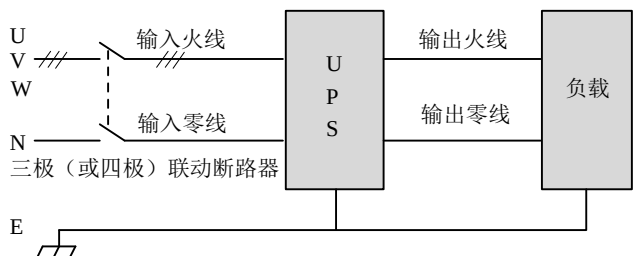

图2-15 正确配电方式
4. 市电输入零线和输入火线上必须安装三极（或四极）联动断路器，以便遇紧急情况时能迅速切断电源。采用正确的配电方式（见图 2-15），以保证 UPS 及用户设备安全。